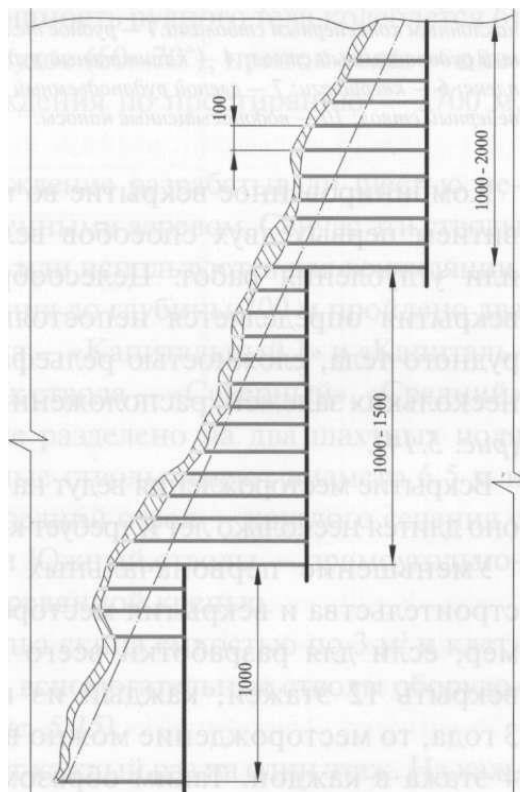

Рис. 1. Комбинированная схема вскрытия вертикальным стволом с поверхности с переходом на вертикальные слепые стволы.
Рис. 1. Схема вскрытия капитальной штольней с рудоспуском: 1 – обогатительная фабрика; 2 – капитальная штольня; 3 – квершлагги; 4 – капитальный рудоспуск; 5 – вспомогательный ствол; 6 – административно-бытовой комбинат
1. Вертикальным стволом с поверхности с переходом на слепые вертикальные стволы на глубине. Глубина каждой ступени составляет от 750 до 1200 м (рис.1). Применяют эту схему на золотых рудниках России, Индии, Бразилии, ЮАР.